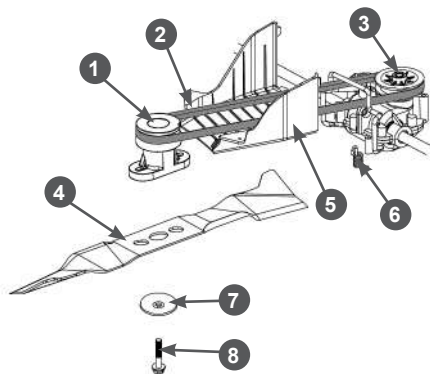

Рис. 26 Обслуживание ремня привода
3. Открутите два винта крепления и снимите защитный кожух 5 ремня (Рис. 26).
ля за нож, внимательно осмотрите ремень 2 привода хода на наличие трещин, разрывов, отслоения корда (Рис. 26). При обнаружении поврежденных ремень необходимо заменить.
2. Открутите два винта крепления и снимите защитный кожух 5 ремня (Рис. 26).
3. Снимите ремень 2 со шкива адаптера в сторону двигателя и снимите адаптер 1 с вала двигателя (Рис. 26).
4. Снимите ремень со шкива 3 редуктора (Рис. 26).